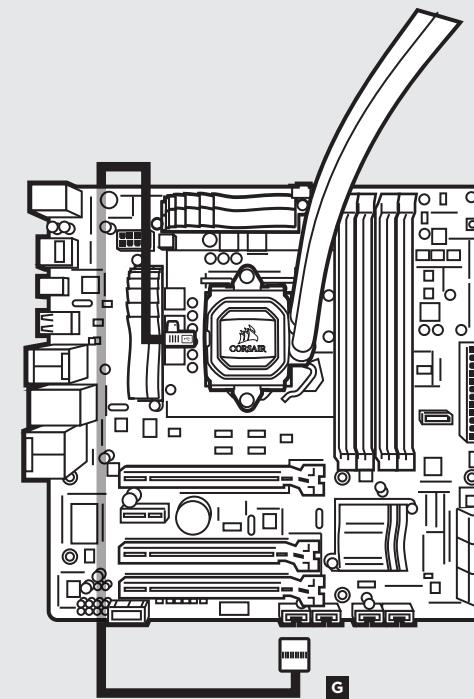

figure 2
- Connect each fan to the shrouded 4 pin connectors on the pump (figure 2).
- Connectez chaque ventilateur aux connecteurs carénés 4 broches de la pompe (figure 2).
- Verbinden Sie jeden Lüfter mit den ummantelten 4-Pol-Stekern an der Pumpe (Abbildung 2).